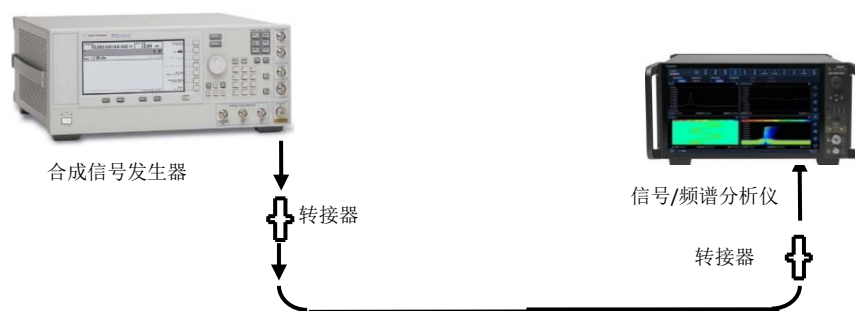

图 7.30 最大分析带宽测试示意图
- 1) 按图 7.30 所示连接测试仪器，复位 4082；
- 1) 按图 7.30 所示连接测试仪器, 复位 4082;